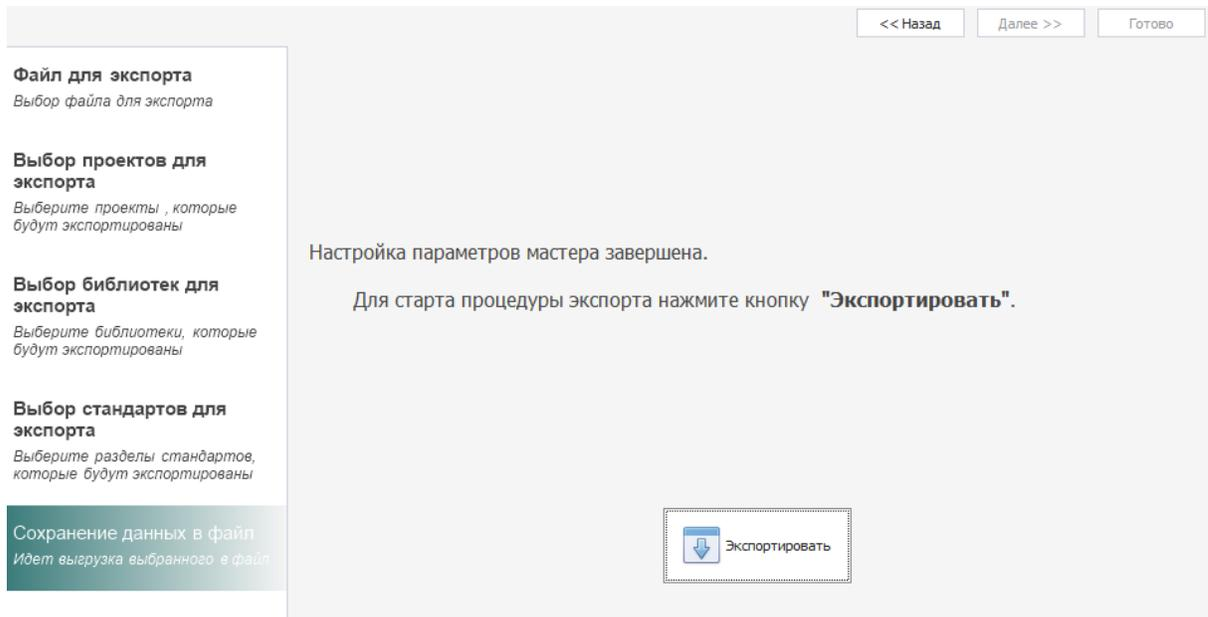

Рис. 6 Запуск процедуры экспорта данных и формирования резервной копии
7. Если на предыдущих этапах все было выбрано корректно, нажать кнопку «Экспортировать», запустив процесс выгрузки данных в файл резервной копии, см. Рис. 6. При завершении процесса экспорта нажать «Готово».